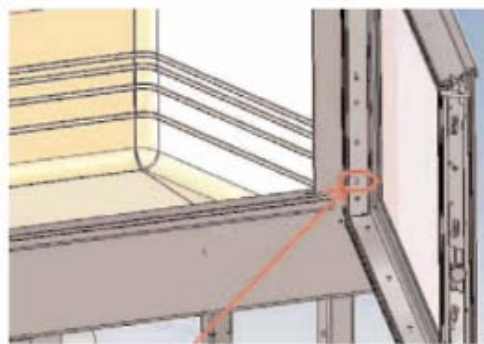

рис. 1
- 1) Вставьте пружину в вертикальный профиль дверцы, на которую навешена створка, двигаясь снизу вверх и следя, чтобы короткая L-образная сторона пружины была параллельна горизонтальному профилю створки (рис. 1).